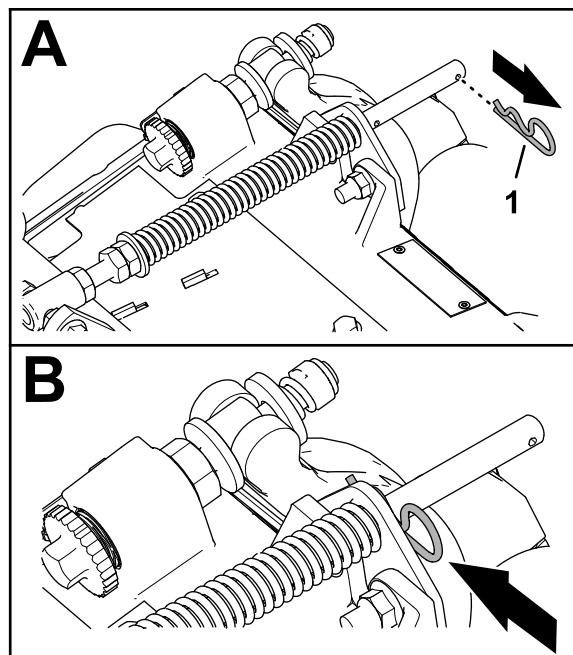

图 17
1. 如果发卡销安装在补偿弹簧杆的后孔中——拆下发卡销并将其插到支架旁边的孔中 图 17。